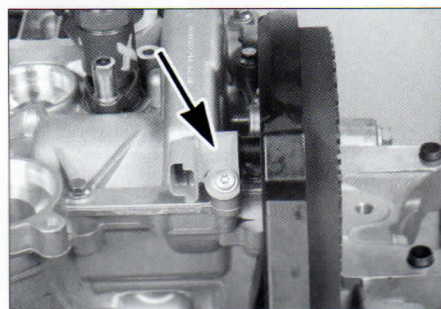

FIG. 40
- el captador de posición eje a leva (fig. 40).